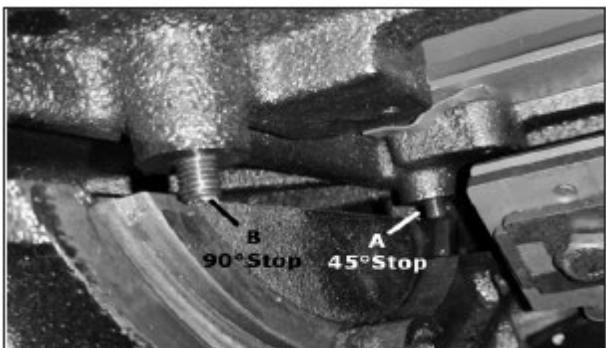

Рис. 19
6. Если пильный диск не установлен на  $90^\circ$ , когда регулировочный винт (рис. 19, В) соприкасается с позиционным упором, следует вращать регулировочный винт до тех пор, пока пильный диск не будет установлен под  $90^\circ$ .
9. Если пильный диск не установлен под  $45^\circ$ , когда регулировочный винт (рис. 19, В) соприкасается с позиционным упором, следует вращать регулировочный винт до тех пор, пока пильный диск не будет установлен под  $45^\circ$  (регулировка положения стрелки угла установки приводится в разделе **РЕГУЛИРОВКА СТРЕЛКИ ШКАЛЫ УГЛА УСТАНОВКИ ПИЛЬНОГО ДИСКА**)